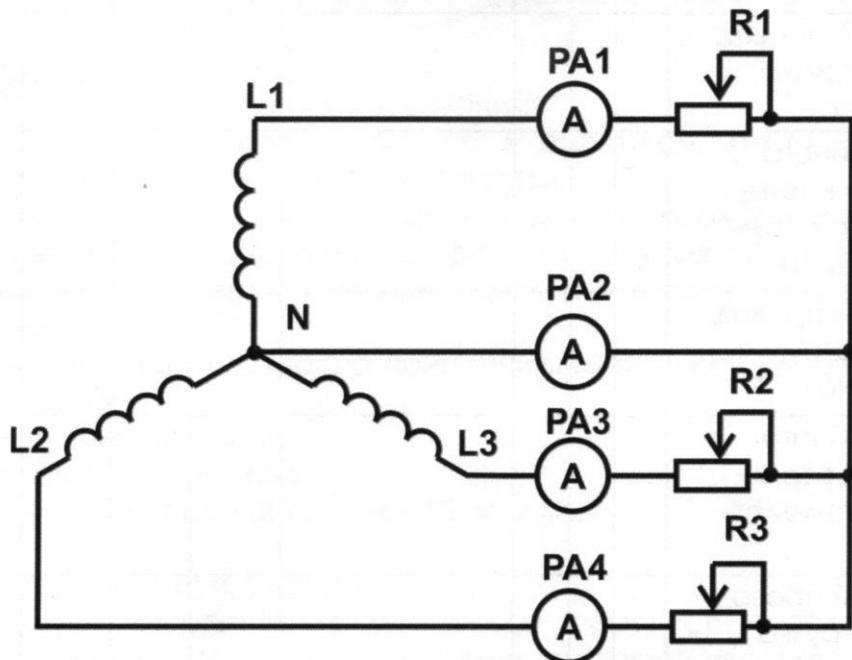

Рис. 3.1 Исследование трехфазной электрической цепи при соединении потребителей по схеме «звезда».
- 3.2 Собрать электрическую цепь (рис. 3.1), установить в соответствии с заданным вариантом (табл. 3.2) симметричную нагрузку (все сопротивления и мощности фазных потребителей одинаковы) и предъявить цепь для проверки преподавателю.